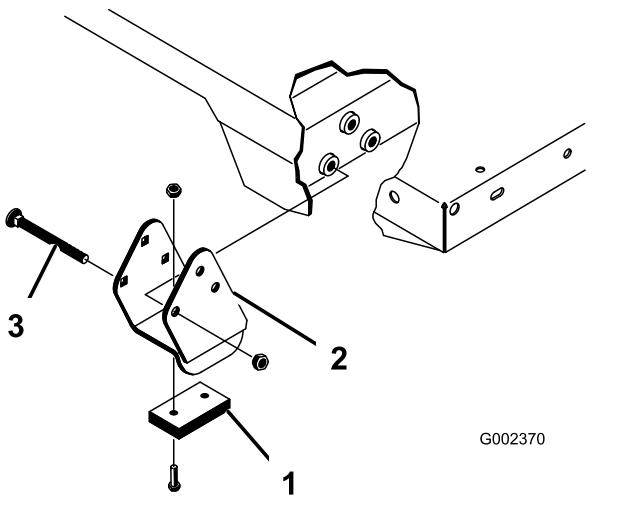

Figure 35
**Remarque:** Les supports entretoises et les cales d'usure (Figure 35) doivent être montés avec les têtes des boulons à l'intérieur de la machine.
2. Placez le plateau sur le cadre de la machine avec précaution et en alignant les trous des plaques de pivot arrière sur ceux du profilé arrière du cadre. Installez ensuite 2 axes et goupilles à anneau (Figure 35).
4. Insérez l'axe par l'extérieur du plateau, la goupille à anneau étant à l'extérieur (Figure 35).